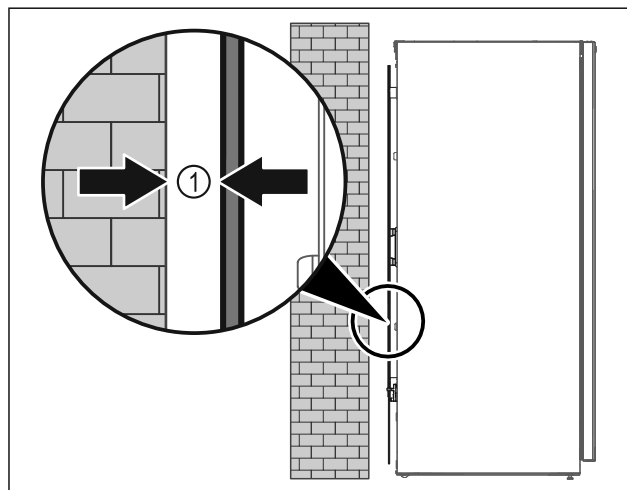

Fig. 27
- ▶ Állítsa fel a készüléket szabadon a helyiségben, vagy közvetlenül a fal mellé legalább 5 mm Fig. 27 (1) minimális távolságban.